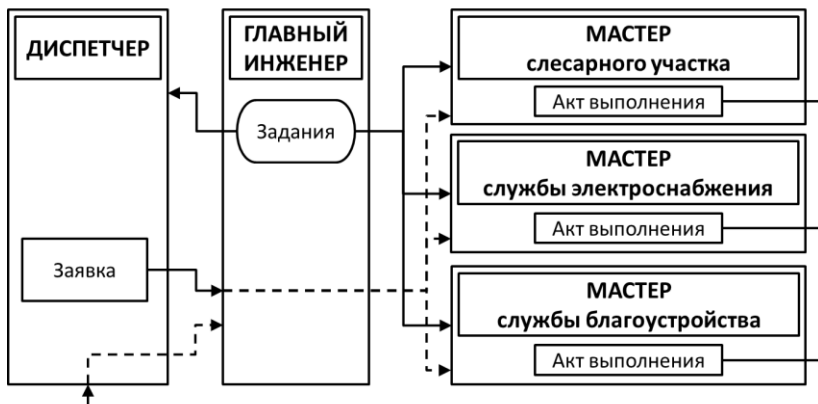

Рис. 206
1. Жилищно-коммунальная организация (рис. 206)